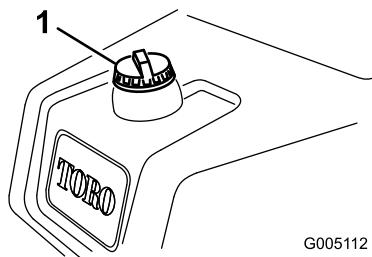

図 29
1. 燃料キャップ（図29）の周囲をきれいに拭いてキャップ外す。